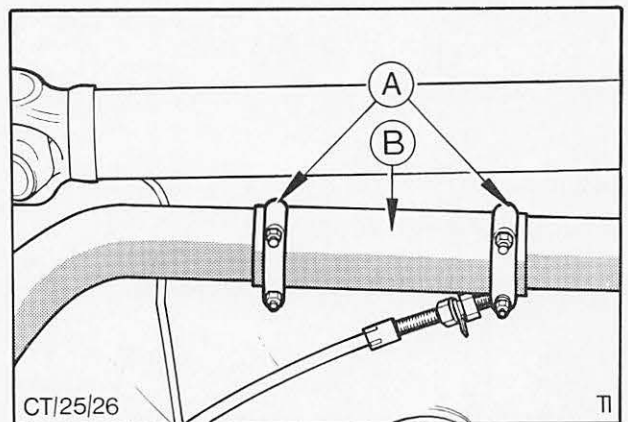

Abb. 17 A = Klemmschellen
7. Vordere und hintere Anlage ausrichten und Schnellverbinder in die richtige Lage aufschieben, Abb. 17. Klemmschellen an den Schnellverbinder sowie an die Verbindung zwischen Vorderrohr und Vorschalldämpfer lose vormontieren.